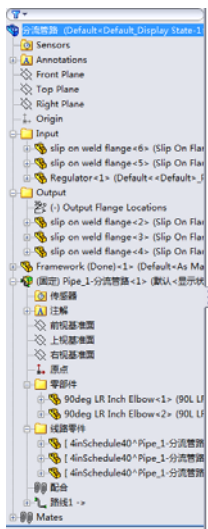

图 18-92 生成的管道
⑥ 在 FeatureManager 设计树中，展开“Pipe_18-分流管路”，图 18-92 所示为展开的设计树及创建完成的管道。三个管道零部件是在退出草图时所生成的零部件“4inSchedule40-Pipe_18-分流管路”的配置，每个管道段的长度都列举出来。线路子装配体（法兰和两个弯管）的其他零部件是步路库零件。